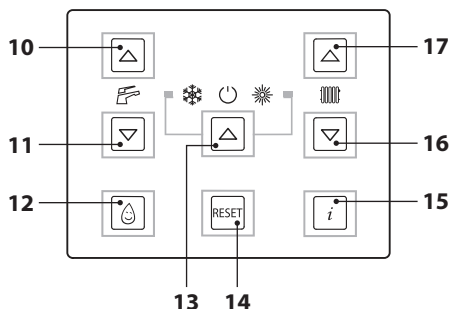
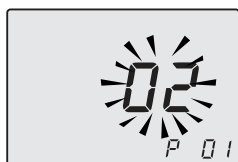
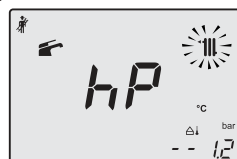

Рисунок 9.8
Рисунок 9.9
Рисунок 9.11
- Войдите в "режим программирования", нажав одновременно и удерживая в течение 10 секунд кнопки 13-16-17 (Рисунок 9.8), до появления на ЖК дисплее кода **P01** и значения параметра, которые указывают на вход в "параметр 01" (Рисунок 9.9).
- Нажать одновременно кнопки 16 и 17 (Рисунок 9.8) до появления на ЖК-дисплее кода **LP**, сменяющегося значением минимальной температуры воды (например, **45**), что указывает на вход для активации "режима трубочист" при минимальной мощности горячего водоснабжения (Рисунок 9.10).
- Нажать одновременно кнопки 16 и 17 (Рисунок 9.8) до появления на ЖК-дисплее кода **hP**, сменяющегося значением минимальной температуры воды для отопления (например, **32**), что указывает на вход для активации "режима трубочист" при минимальной мощности отопления (Рисунок 9.11).
- Снова нажав одновременно в течение 10 секунд кнопки 13-16-17 (Рисунок 9.8), можно выйти из "режима трубочист" и вер-